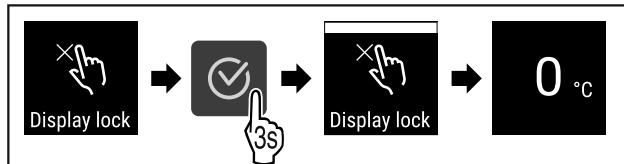

Fig. 66
- Провести етапи операцій (див. Fig. 66) .